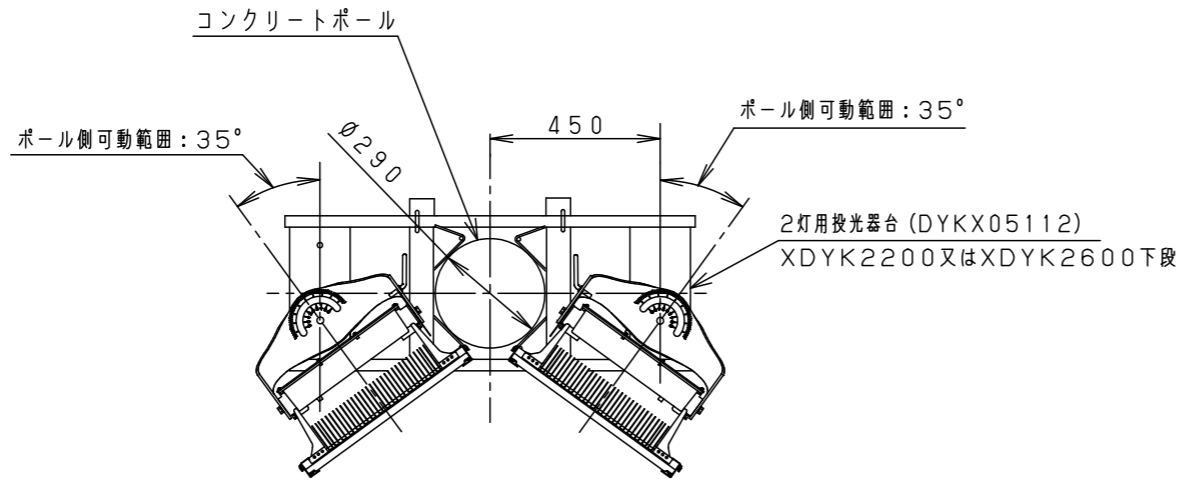

図1. 2灯用投光器台 (DYKX05112) に取付時の注意事項
- 水平面・壁面（上下）・傾斜面に取り付け可能です。但し、壁面（上下）・傾斜面取り付けの場合、横向き設置はしない。（図1参照）